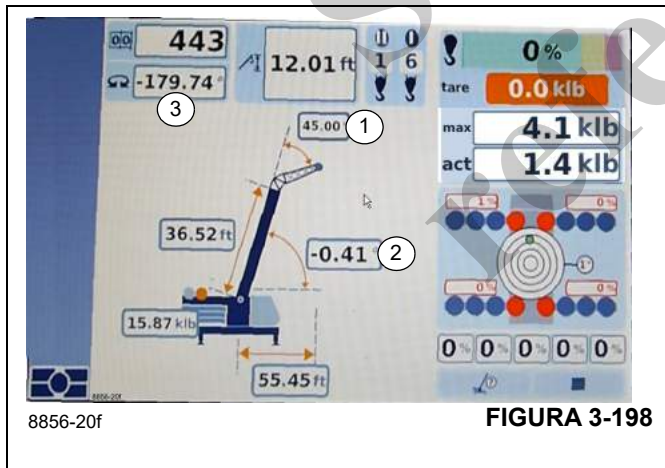

FIGURA 3-198
Pantalla:	Ángulo actual entre la pluma principal y la posición horizontal en grados (°) (2), (Figura 3-198)
0°:	Posición de 0° con respecto a la parte trasera (3), (Figura 3-198)